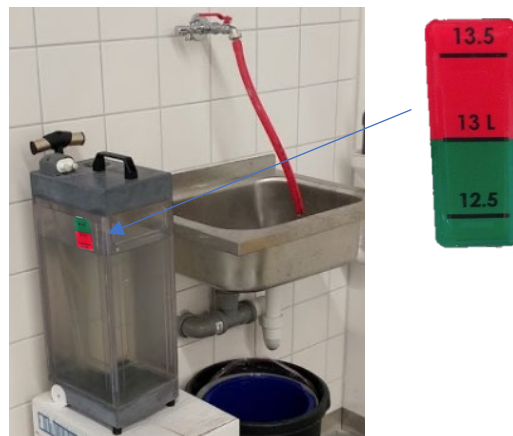

Figura 12-5
- Paso 8. Llene el depósito con agua fresca de ósmosis inversa (o agua purificada que cumpla la norma ISO3696 (1987) grado 2, o ASTM (D1193-91) tipo II, o NCCLS (1988) tipo II o equivalente) a temperatura ambiente (15-25 °C). Use la marca de la línea de llenado en el depósito. Véase **Figura 12-5**.